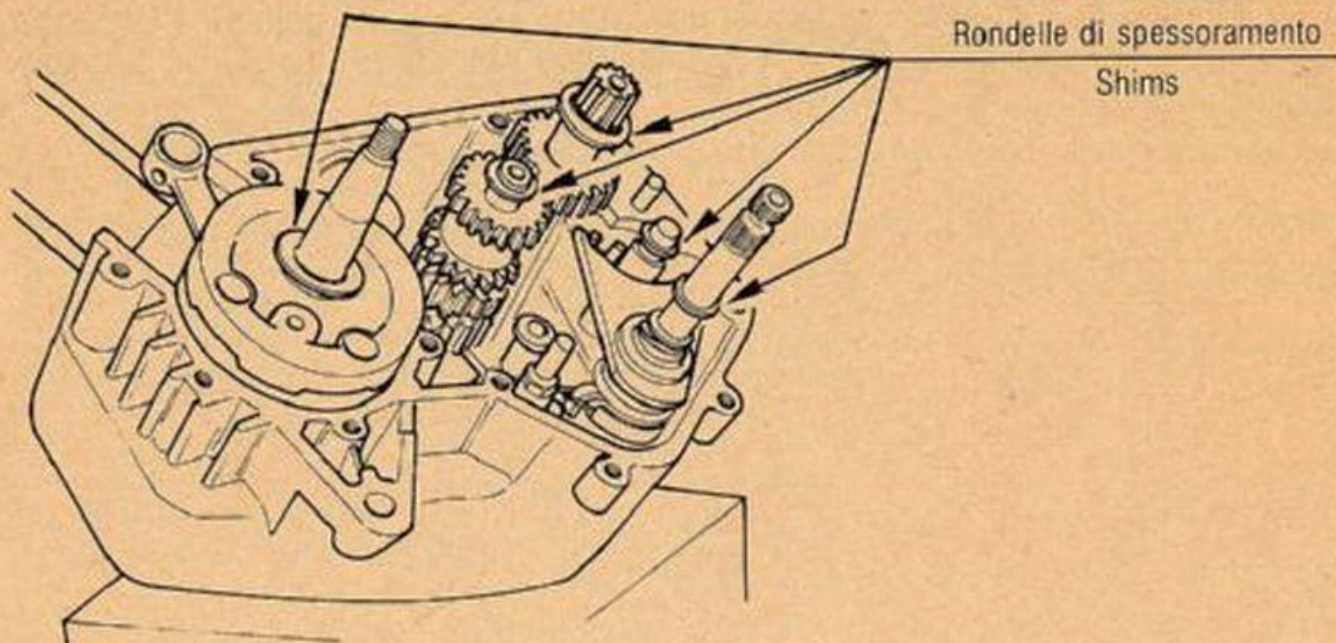

FIG. 25 Interno motore
- 22) ANNOTARSI lo spessore e la posizione di montaggio di tutte le rondelle di rasamento che si trovano infilate nei rispettivi alberi (fig. 25).